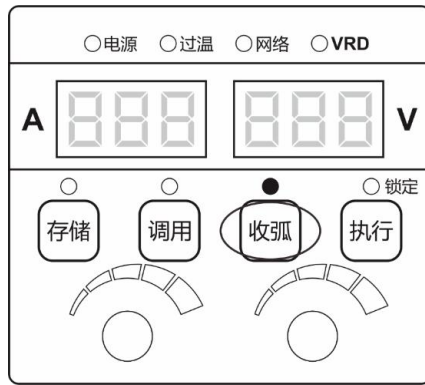

图 3-3 收弧参数设置界面
1. 短按收弧参数键，LED 指示灯点亮，进入收弧参数设置，如图 3-3 所示；